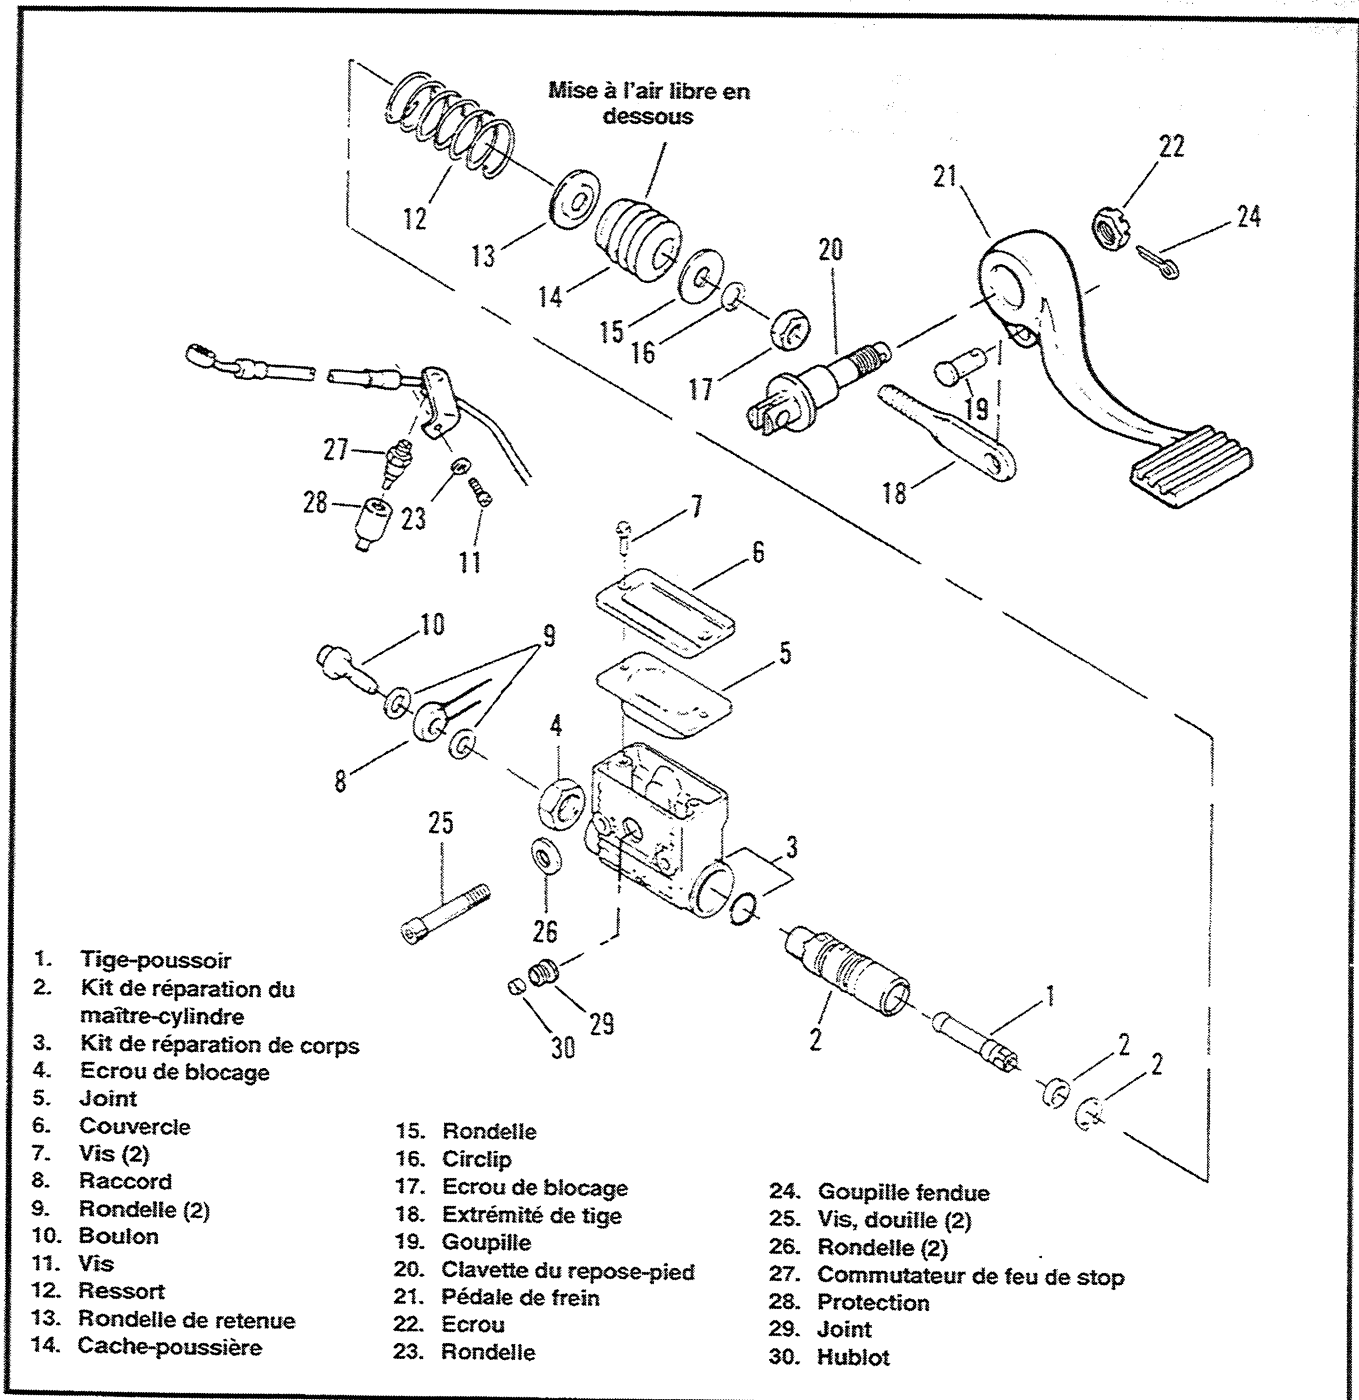
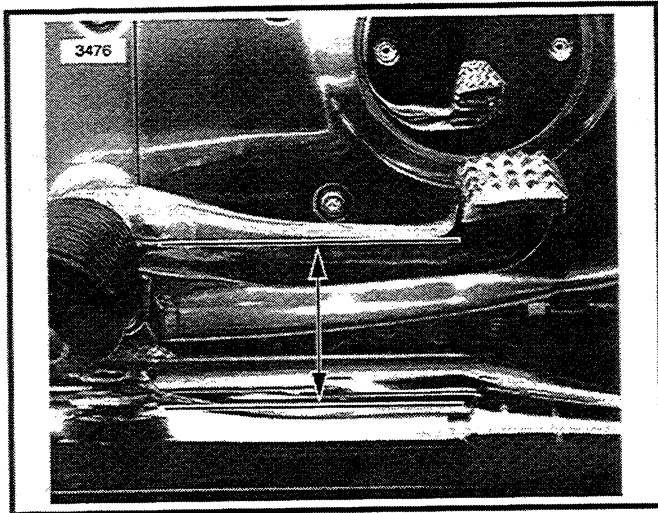

Figure 2-31. Maître-cylindre du frein arrière et tringlerie
Figure 2-32. Réglage de la pédale du frein arrière
Voir Figure 2-31. Desserrez l'écrou de blocage (17). Mettez la moto sur une surface horizontale et réglez la tige-poussoir (1) pour que la pédale de frein soit parallèle avec le sol (selon la Figure 2-32). Resserrez l'écrou de blocage.
(Figure 2-31)
NETTOYAGE, VERIFICATIONS ET REPARATION (Figure 2-31)
1. Voir Figure 2-31. Introduire la tige-poussoir d'origine dans l'alésage à l'extrémité de la cartouche située à l'opposé des rainures. Installez la rondelle (2) à l'extrémité de la tige-poussoir. Installez la rondelle de retenue (2) dans la rainure à côté de la rondelle à l'intérieur de l'alésage de la cartouche. Glissez les deux joints toriques (3) dans chaque rainure de la cartouche (2). Introduisez la cartouche dans le corps du maître-cylindre. Alignez l'encoche située au sommet de la cartouche avec la clé dans le corps du maître-cylindre. Poussez la cartouche jusqu'au fond de l'alésage
5. Positionnez le maître-cylindre à côté du cache chromé. Installez les nouvelles rondelles acier/caoutchouc (9) de chaque côté du raccord de boulon banjo (8). Introduisez le boulon (10) à travers les rondelles (9) et le raccord de boulon banjo (8). Vissez le boulon (10) dans la cartouche; serrez le boulon à 17-22 pi-livre (23-30 N.m).
9. Vissez l'extrémité de la tige (18) sur la tige-poussoir (1).
10. Alignez le maître-cylindre (3) sur les orifices de montage du cache chromé. Fixez-le avec les vis (25) et les rondelles de blocage (26). Serrez les vis à 155-190 po-livre (17,5-21,5 N.m). Installez le repose-pied.
11. Réglez la tige-poussoir jusqu'à ce que la pédale de frein soit parallèle au sol, selon la Figure 2-32. Serrez l'écrou de blocage.
12. Voir Figure 2-31. Remplissez le maître-cylindre avec le LIQUIDE DE FREIN HYDRAULIQUE D.O.T. 5 à 1/8 po. (3,2 mm) du haut du réservoir. Installez le couvercle du maître-cylindre (6).